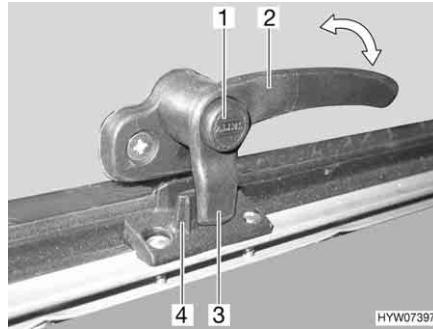
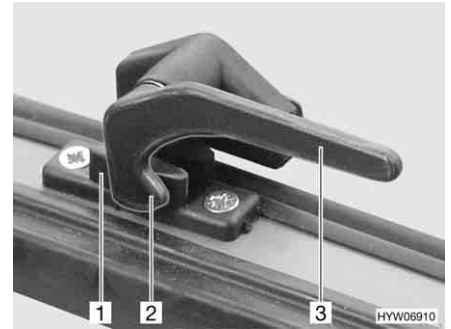

Fig. 76 Leva di serraggio con bottone di sicurezza in posizione "Chiuso"
Fig. 77 Leva di serraggio in posizione "Chiuso"
- Se presente, premere e tenere premuto il bottone di sicurezza (Fig. 76,1).
- Ruotare la leva di serraggio (Fig. 76,2 o Fig. 77,3) di un quarto di giro verso il centro della finestra.
- Ruotare la leva di serraggio (Fig. 76,2 o Fig. 77,3) di un quarto di giro verso il telaio della finestra. Il nasello di chiusura (Fig. 76,3 o Fig. 77,2) della leva di serraggio si trova completamente sul lato interno della chiusura della finestra (Fig. 76,4 o Fig. 77,1).
- In posizione "Completamente chiusa" (Fig. 76 e Fig. 77)